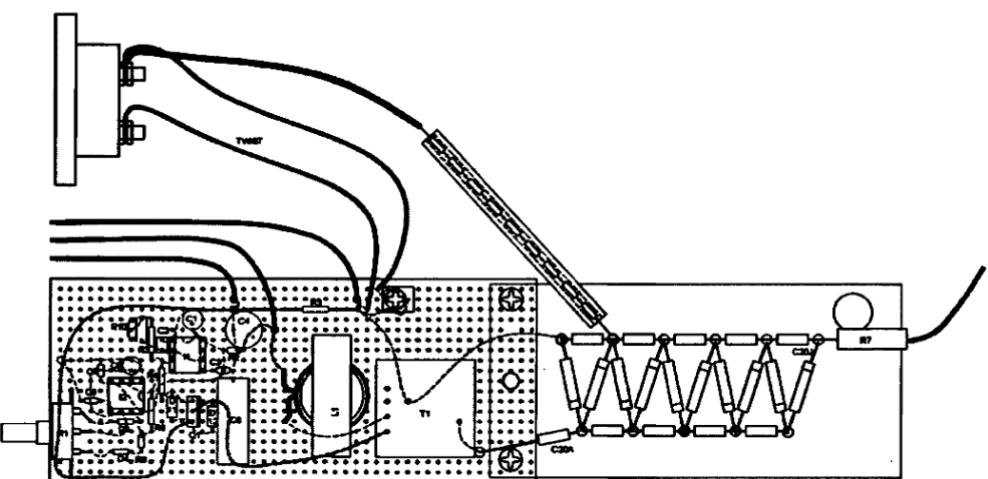

**Рис. 1.5.** Расположение компонентов на макетной и изоляционной платах ионного генератора
5. Если вы используете перфорированную плату, вставьте компоненты, начав с нижнего левого угла, как показано на рис. 1.5 и 1.6. Обратите внимание на правильность установки полярных конденсаторов: около положительного